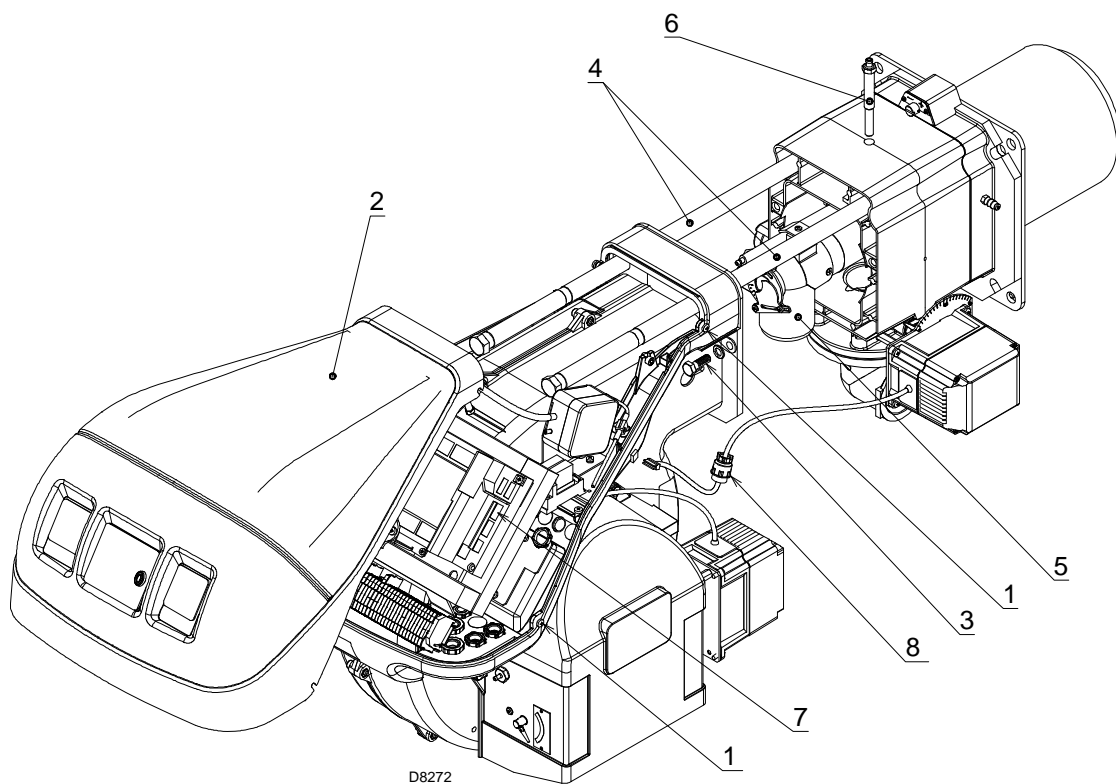

Fig. 38
En cas de doutes, démonter le coude 5) (Fig. 38).
- Desserrer les 4 vis 1) (Fig. 38) et déposer le capot 2).
- Brancher la fiche du servomoteur 7) (Fig. 38) et visser le passe-câble 8).